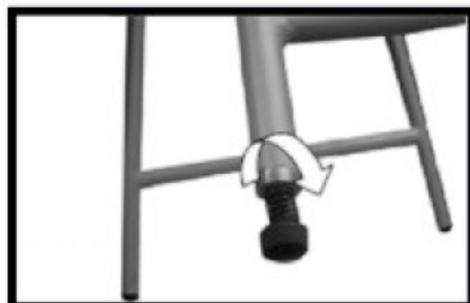

Рис. 5
5. Отрегулируйте устойчивость станка выкручивающимися вставками в ножках (Рис. 5)